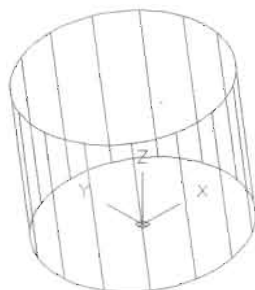

图 14-23
(3) 通过指定轴线的两个端点来调整圆柱体的方向。执行“绘图>建模>圆柱体”菜单命令, 绘制如图 14-23 所示的圆柱体, 命令执行过程如下。